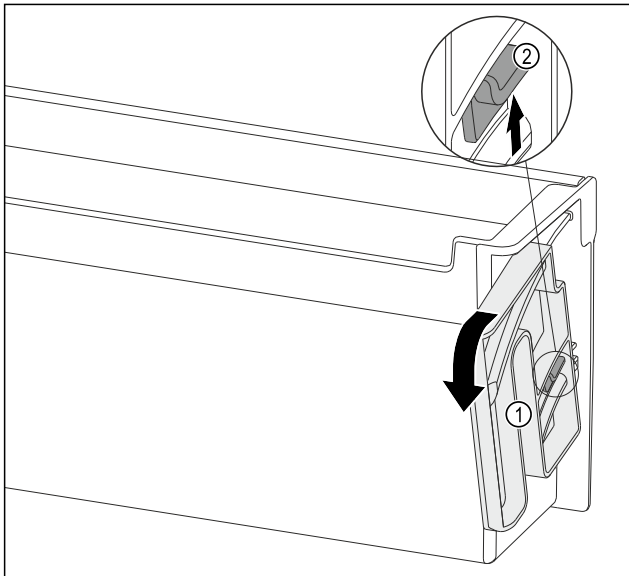

Fig. 94
- ▶ Ruotare l'unità di rotazione Fig. 94 (1) nella direzione indicata fino all'arresto.
- ▶ Premere la linguetta Fig. 94 (2) verso l'alto e rimuovere l'unità di rotazione Fig. 94 (1).